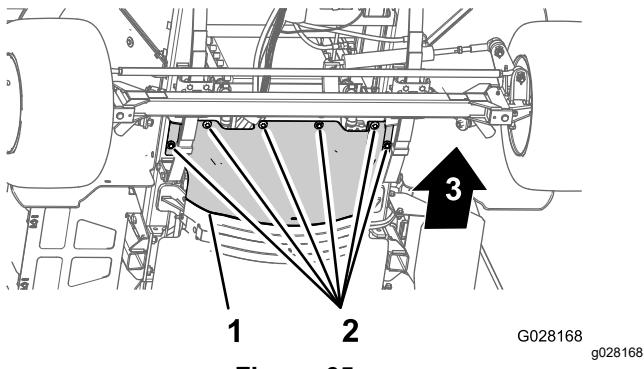

Figura 65
3. Retire los 6 pernos de cabeza hexagonal y las 6 arandelas que sujetan el protector térmico delantero al chasis, y retire el protector (Figura 65).